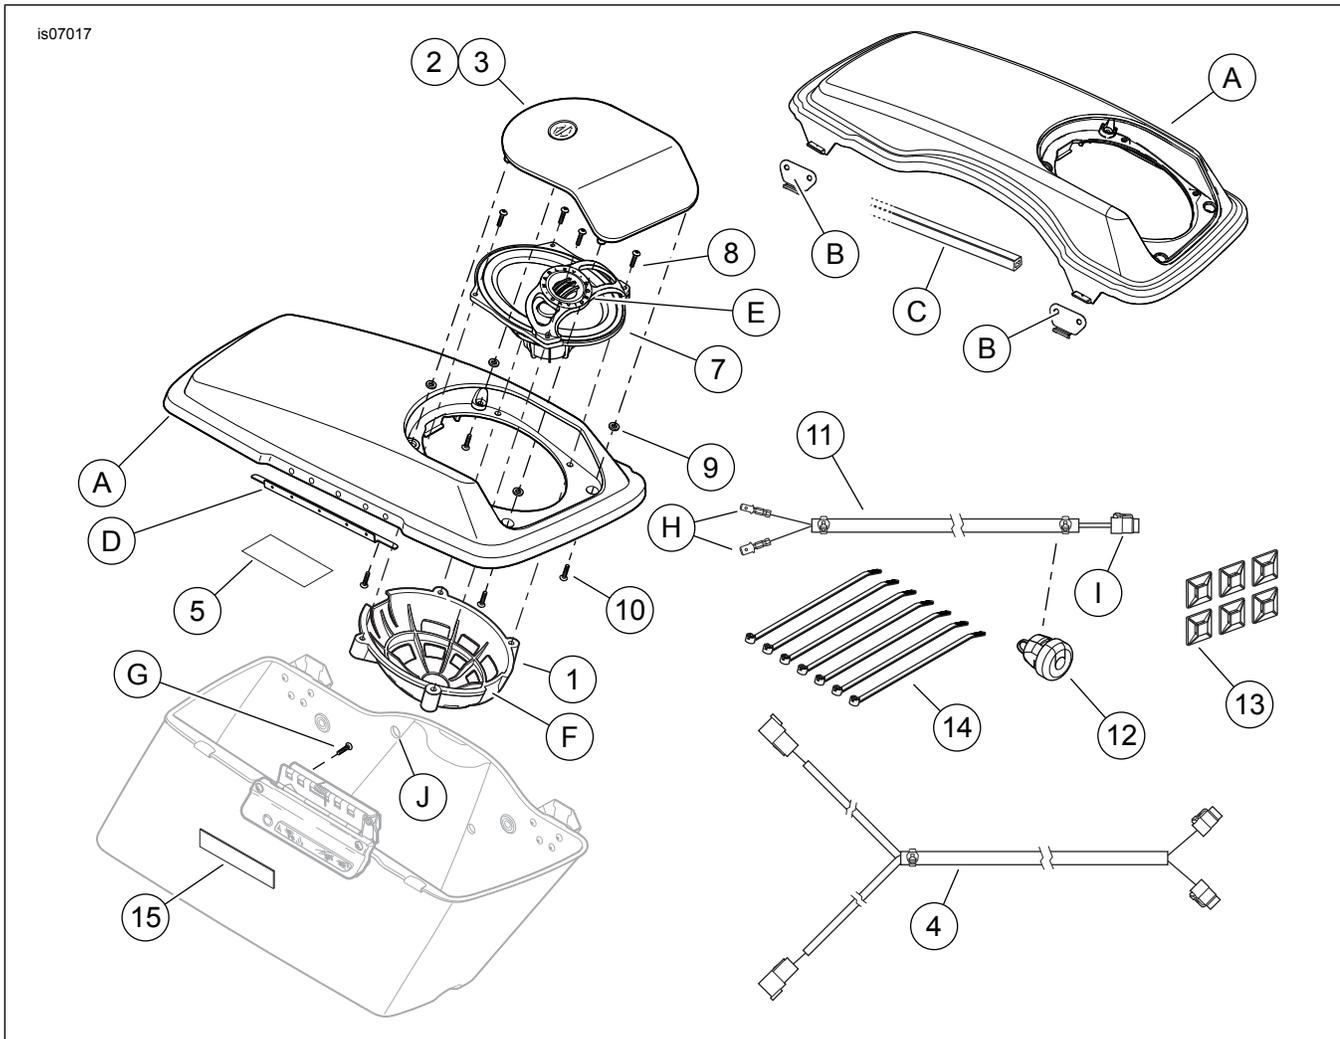

Figura 7. Piezas de servicio: Kit de altavoces Boom! Audio para alforjas
1. Vea Figura 7. Inspeccione los conectores hembra en los dos ramales largos en un extremo del arnés del altavoz trasero (4). En uno de los conectores hembra (etiquetado "RIGHT"): Enchufe esta caja en el conector macho que viene de la alforja **derecha**. En el conector hembra restante (no etiquetado): Enchufe esta caja en el conector macho que viene de la alforja **izquierda**.
6. **Acoplamiento de los conectores de los altavoces traseros:** Vea Figura 7. Haga coincidir los colores de los cables de las cavidades 5 y 6 de los conectores hembra de seis vías del arnés trasero (4) con los de los conectores macho de seis vías del arnés de la radio [41A] y [42A] o del arnés superpuesto Non-Ultra. Enchufe los conectores hembra del altavoz derecho e izquierdo en los conectores macho correspondientes. **Con arnés de la radio y SIN amplificador delantero:** Con **arnés de la radio Y amplificador delantero:** Inserte los cuatro cables con terminación dentro del conector del arnés del amplificador [149B]. Vea las instrucciones del kit del amplificador Boom!™ Audio.
Vea Figura 7. Tome dos arneses de puente (11) de los altavoces para alforja del kit.